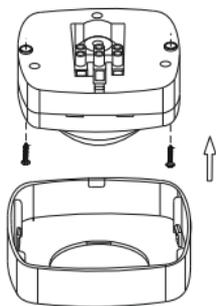

Рисунок 4 – Монтаж
– с помощью отвёртки с плоским жалом отщёлкнуть и снять защитную крышку датчика (рисунок 4);